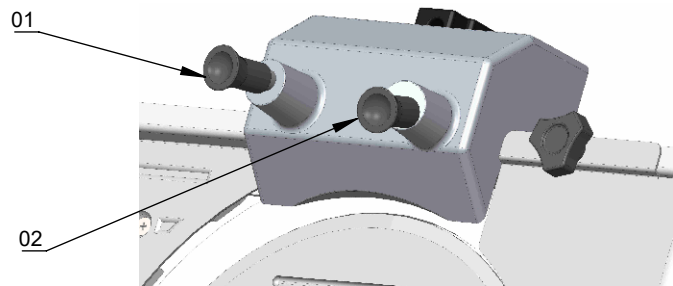

Figura 07
4.1.3 Ligue o Cortador de Frios Automático, puxe o pino do rebolo (Pino 02, figura 07) que está debaixo da lâmina por aproximadamente 5 segundos. Após, aperte o pino superior do rebolo (Pino 01, figura 07) fazendo com que ele encoste na parte superior da lâmina, tirando assim as rebarbas.